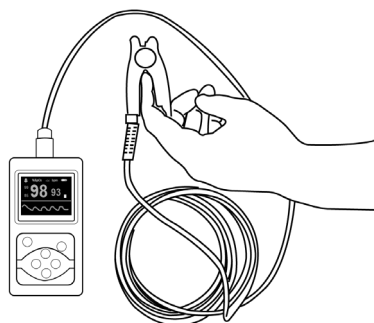

Figura 6
- 🔔 Il dito deve essere posizionato correttamente (vedere figura 6 allegata), poiché un posizionamento errato o una posizione di contatto impropria con il sensore influenzeranno la misurazione.
- A. Inserire il dito nella sonda. Fare riferimento alla Figura 6.
(La sonda effettiva può essere diversa dalla sonda illustrata nella Figura 6, pertanto si prega di fare riferimento alla sonda fornita con il dispositivo)